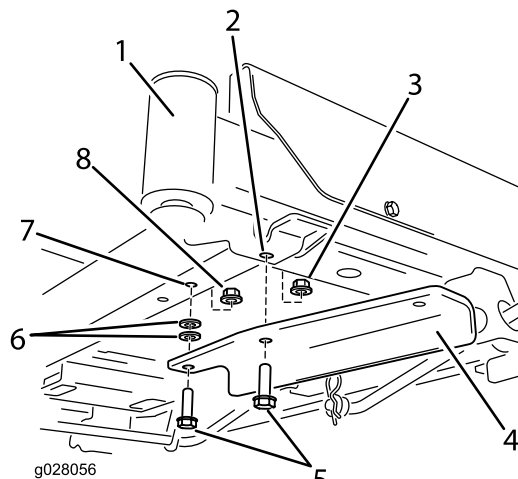

Figura 4
- Per macchine non dotate di pedale di sollevamento assistito: assicurate la staffa mediante due bulloni (3/8 x 1-1/4 poll.) due rondelle e due dadi di bloccaggio (3/8 poll.) (Figura 4). Uno dei dadi di bloccaggio è a corredo nelle parti sciolte, l'altro è quello precedentemente rimosso.